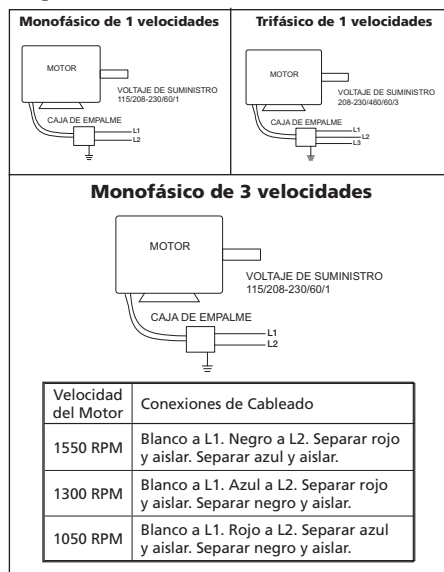

Figura 3 — Diagrama de Cableado Típico
8. Monte y conecte el interruptor de desconexión segura que se encuentra debajo de la cubierta del ventilador y conecte el motor según el diagrama de cableado de conexión del motor. Consulte la Figura 3 en la sección Conexión eléctrica. Conecte los interruptores de control a nivel del suelo.
NOTA: Consulte la Figura 3 para conocer el diagrama de cableado de conexión.